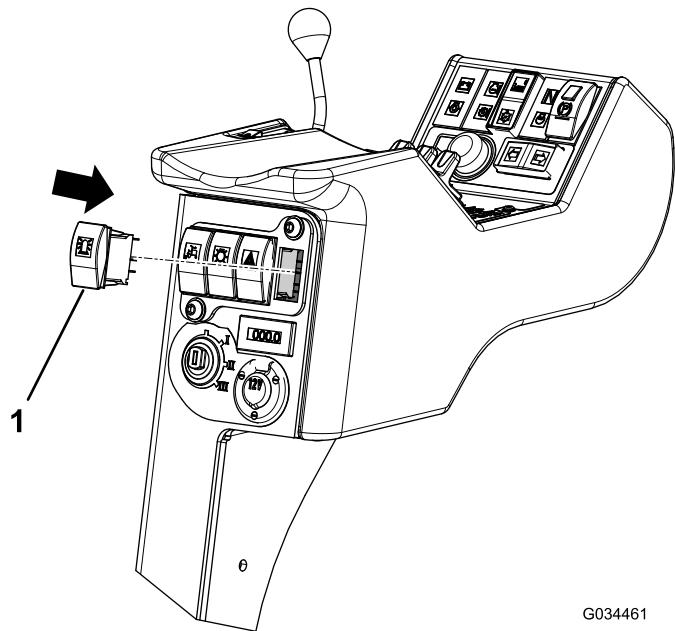

Figura 9
3. Introduzca el interruptor a presión en el orificio hasta que encaje (Figura 9).